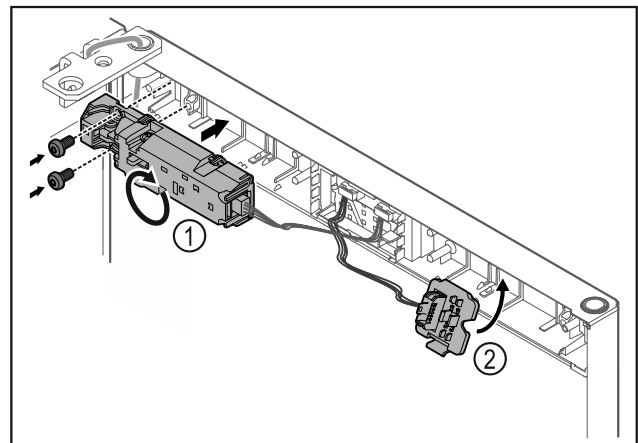

Fig. 18
- Tourner la serrure électrique Fig. 18 (1) à 180° et la placer de l'autre côté.
- Accrocher le support de connecteur Fig. 18 (2) de l'autre côté.